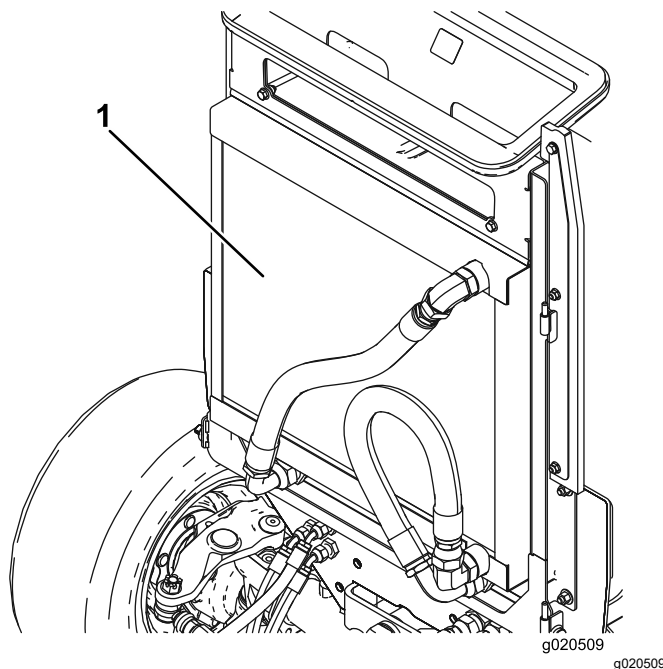

Figura 64
3. Limpe os dois lados do refrigerador de óleo e o radiador com ar comprimido (Figura 64).